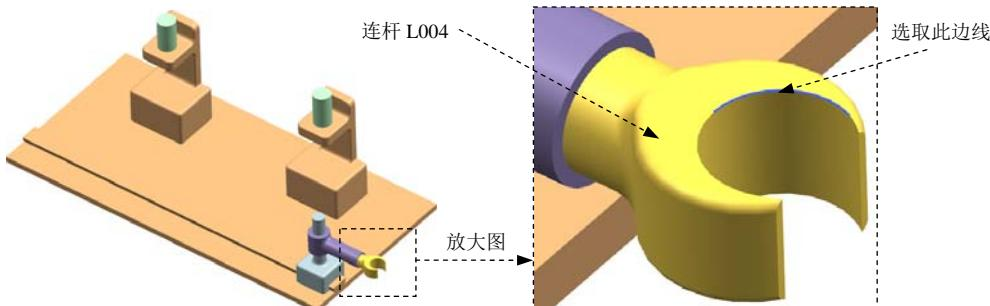

图 10.3.13 定义标记
(1) 选择命令。选择下拉菜单 $\text{插入}(\text{I}) \rightarrow \text{标记}(\text{M})\dots$ 命令，系统弹出“标记”对话框。
(2) 定义参考连杆。在系统 $\text{选择连杆来定义标记位置}$ 的提示下，选取图 10.3.13 所示的连杆 L004 为参考连杆。
(3) 定义参考点。在 $\text{方向}$ 区域中单击 $\text{*指定点}$ 按钮，在右侧下拉列表中选择“圆弧中心” $\odot$ 选项，在模型中选取图 10.3.13 所示的边线为原点参考。
(4) 定义参考坐标系。在 $\text{方向}$ 区域中单击 $\text{*指定 CSYS}$ ，然后在右侧单击“CSYS 对话框”按钮 $\text{L}$ ，在系统弹出的“CSYS”对话框 $\text{类型}$ 下拉列表中选择 $\text{动态}$ 选项，单击 $\text{确定}$ 按钮，完成参考坐标系的定义。
(5) 采用系统默认的显示比例和名称，单击 $\text{确定}$ 按钮，完成标记的创建。